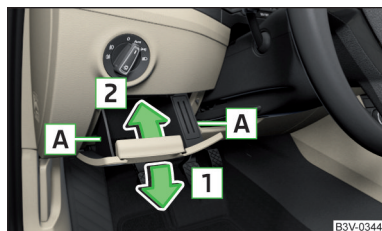

Fig. 361
- Agarrar el compartimento guardaobjetos de lado en el área **A** y abrirlo tirando en el sentido de la flecha **1** (para abrir es necesaria mayor fuerza) » fig. 361.